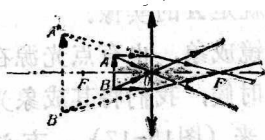

图 15-19
(1) 当 $u < f$ 时，象与物体在凸透镜的同侧，象是正立的、放大的虚象(图15-19)。